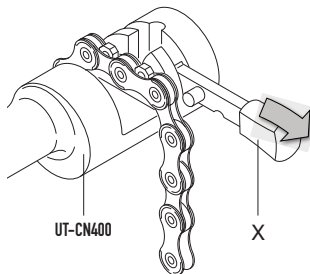

Fig.3
- Preparar la herramienta **UT-CN400** colocando la lengüeta en modalidad de apertura (X - Fig. 3)
- introducir el eslabón que hay que abrir en la herramienta **UT-CN400** (Fig. 3) teniendo cuidado de terminar con un eslabón interno;